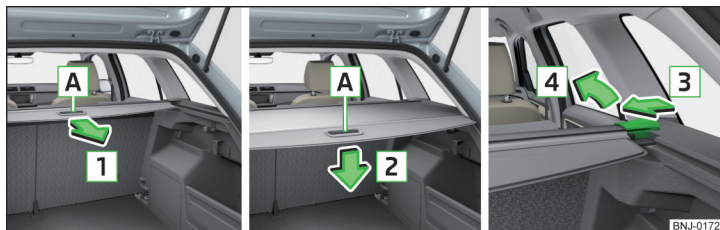

Fig. 110 Cubierta enrollable: extraer/enrollar/sacar
- Coja la cubierta por el tirador **A** y extráigala en el sentido de la flecha **1** hasta el tope hasta que encastre de forma audible » fig. 110.
- Presione la cubierta en la zona del tirador **A** en el sentido de la flecha **2** » fig. 110. La cubierta se enrollará automáticamente. De esta manera la cubierta enrollada se puede extraer.
- Presione en el lado de la barra transversal en la dirección de la flecha **3** y saque la cubierta realizando en la dirección de la flecha **4** » fig. 110.
- Para **instalar**, retirar la cubierta del maletero enrollable » fig. 110 de la pág. 87 o abatir hacia adelante los respaldos de los asientos traseros » pág. 71.